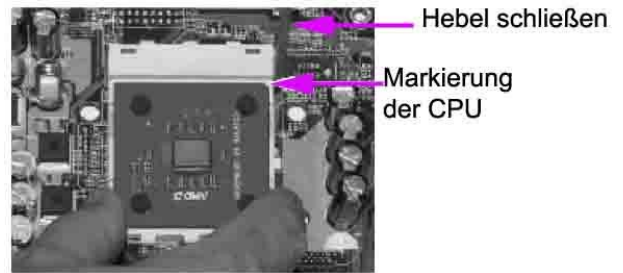

Abbildung 68: eingesetzte CPU, der Fixierhebel wird geschlossen [57]
5. Prozessor ohne Kraftaufwand richtig eingesetzt? Jetzt kann der Fixierhebel geschlossen werden, siehe Abbildung 68. Der Fixierhebel muss am Sockel einrasten und verriegelt somit den Prozessor im Sockel. Der Prozessor ist zwar fertig aufgesetzt, jedoch fehlt der Kühlkörper und Lüfter. Also den PC NICHT einschalten. Es würde den Hitzetod der CPU bedeuten.